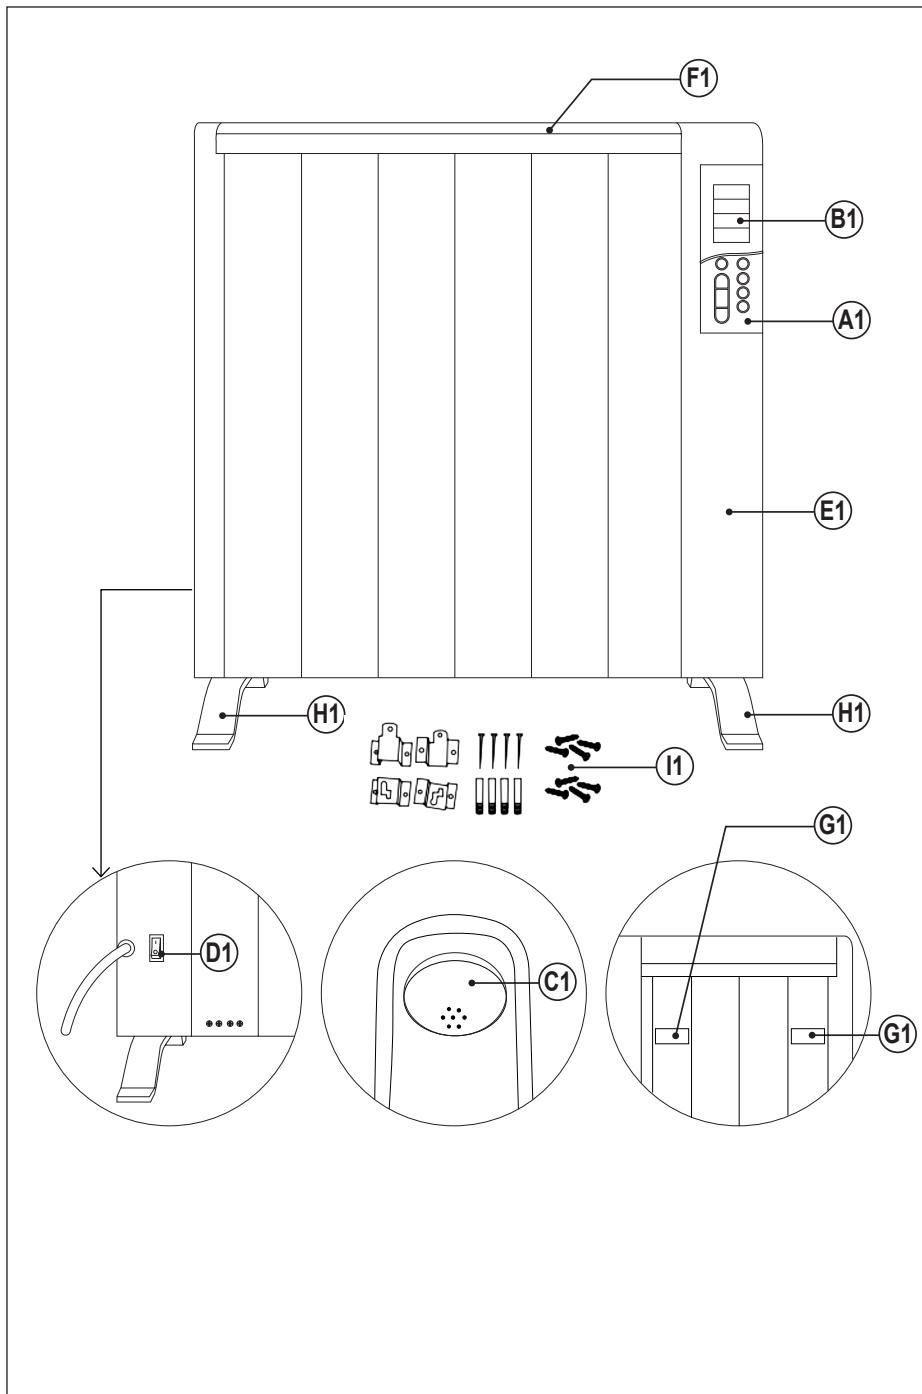

Fig.1
- Teniendo en cuenta las distancias de separación del aparato señaladas anteriormente, posicionar el soporte mural en la posición deseada y marcar en la pared los puntos a taladrar. (Fig.1.,2,3).